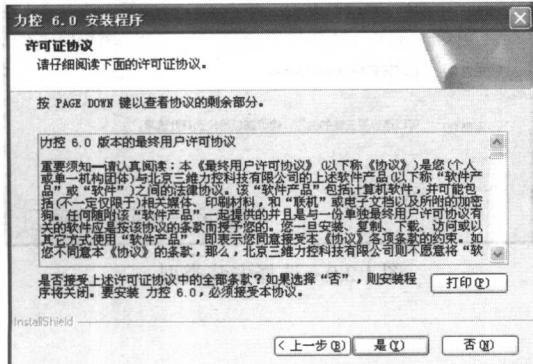

图 1.2.4 安装向导的许可证协议对话框
① 在安装向导界面中，点击“安装力控 6.0”按钮，将安装力控通用版组态软件，这时在弹出的对话框中点击“下一步”按钮，进入到“许可证协议”对话框界面，如图 1.2.4 所示。